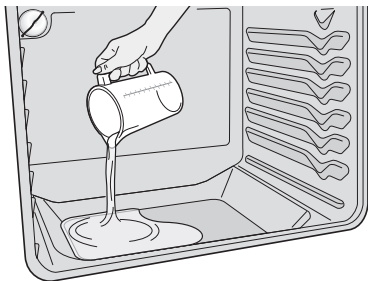

Figura 47: Agregar agua antes de la limpieza a vapor
3. Vierta 8 oz (235 ml) de agua destilada o filtrada en la parte inferior del horno (Figura 47). Cierre la puerta del horno.